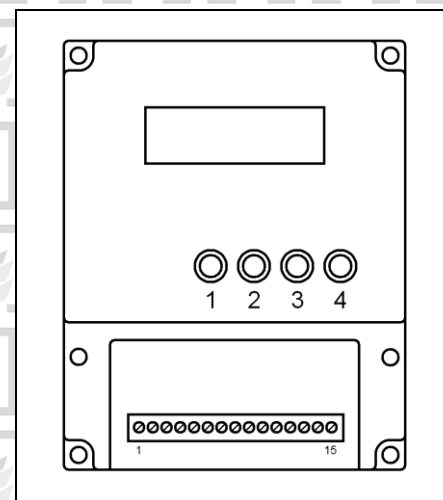

Рисунок 3.
4.3 Подключение соединительных проводов к клеммным колодкам электронного блока измерителя должно осуществляться в соответствии с рис.3 руководства по эксплуатации.
6.2 Измеритель монтируется в щите или пульте, для этого предусмотрены четыре крепежных отверстия. Клеммная колодка для подключения к внешним цепям находится на передней панели под крышкой расположенной в нижней части измерителя. Сечение жил кабеля не должно превышать 2мм. Схема расположения выводов измерителя представлена на рис.3.